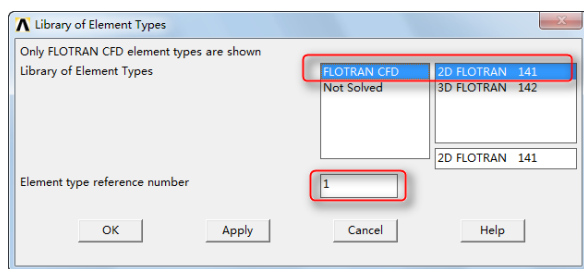

图 5-79 Library of Element Types 对话框
②单击“Add”按钮, 会弹出“Library of Element Types”对话框。
③在 Library of Element Types 列表框中选择“FLOTRAN CFD 和 2D FLOTRAN 141”, 在“Element type reference number”输入框中输入 1, 如图 5-79 所示。单击“OK”按钮关闭 Library of Element Types 对话框。
④单击“Close”按钮, 关闭“Element Types”对话框。